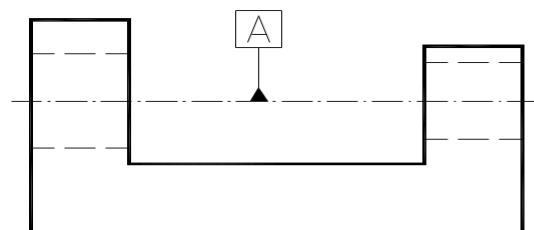

Fig. 12
- pe axă sau planul de simetrie al piesei, dacă toleranța se referă la această axă sau plan (fig.12).